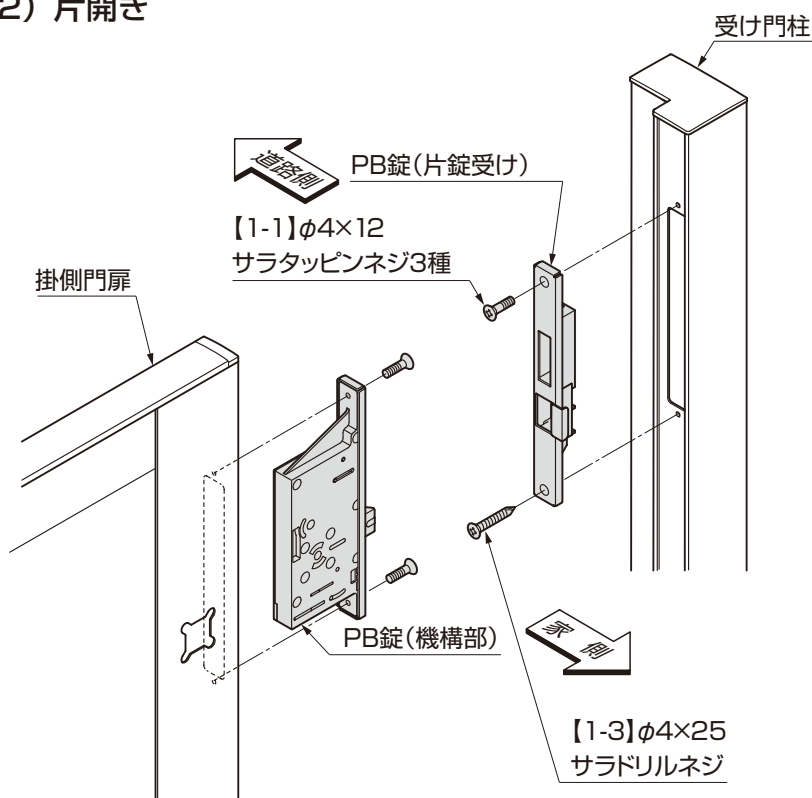

図4-2
- ① 図4-2にしたがってPB錠(機構部)と、PB錠(片錠受け)の上側を【1-1】で取付けてください。次にPB錠(片錠受け)の下側を【1-3】で取付けてください。